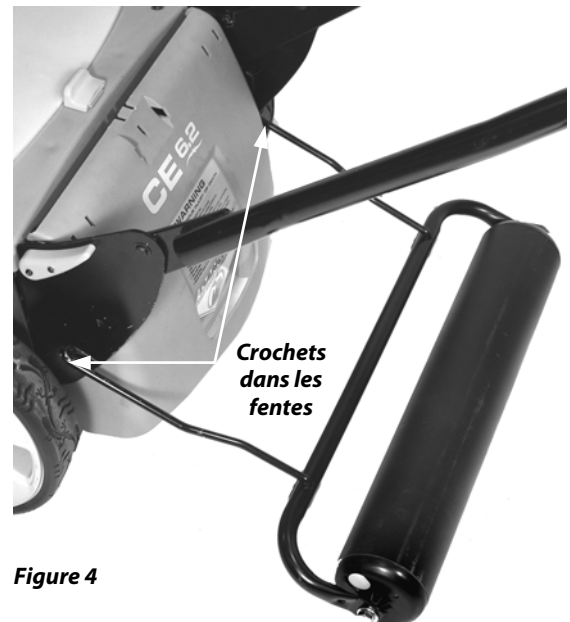

Figure 4
8. Après avoir inséré les crochets, abaissez le rouleau traceur jusqu'au sol (**Figure 4**), fixez l'ensacheuse ou insérez la plaque de déchiquetage, puis créez simplement le motif de votre choix en tondant votre pelouse!